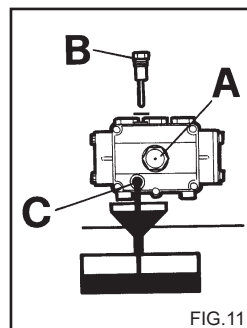

FIG.11
2) Desenrosque el tapón con la varilla de control de nivel (fig. 11).